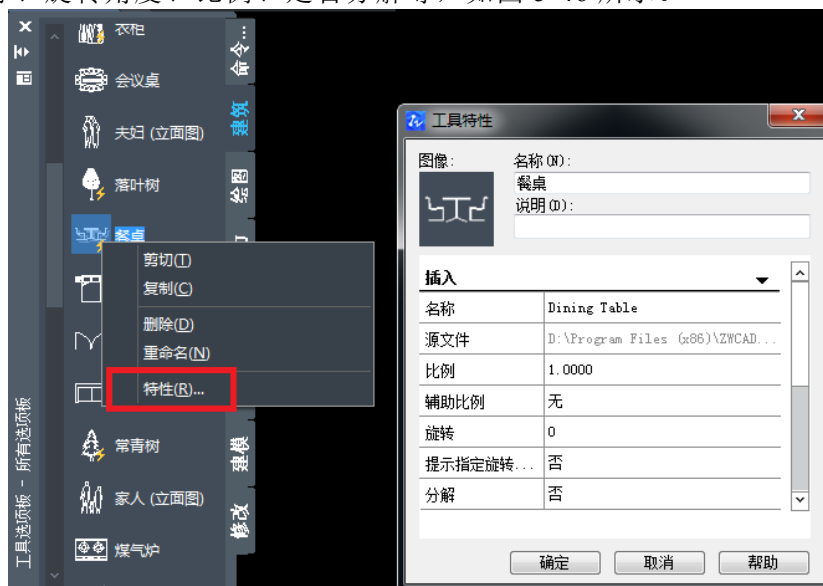

图 5-46 “工具选项板”工具特性
2. 系统弹出【工具特性】对话框，用户可以根据需求修改图标特性，比如块的名称、旋转角度、比例、是否分解等，如图 5-46 所示。